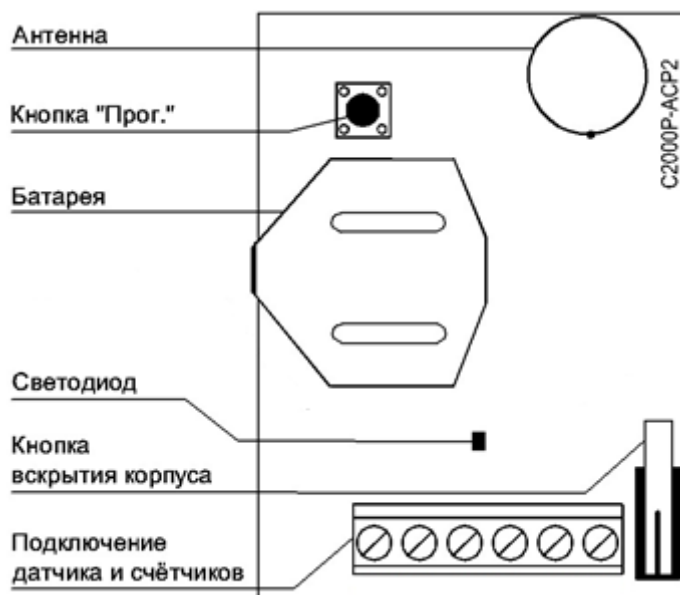

Рисунок 2.2 Расположение элементов на плате
На плате АСП2 располагается элемент питания и органы управления прибором (см. Рисунок 2.2):
- Зажать кнопку «Прог.» на плате АСР2 (см. Рисунок 2.2) на время более 3 секунд.
Тест качества связи запускается посредством короткого нажатия на кнопку «Прог.» на плате прибора (см. Рисунок 2.2). Запуск процедуры может занимать до 2 секунд, при этом прибор осуществляет анализ радиоэфира и регистрацию на оптимальном Радиоконтроллере или ретрансляторе.
- Отключите все источники питания и нажмите кнопку «Прог.» на плате устройства (см. Рисунок 2.2) до полной разрядки конденсаторов (5-10 с).